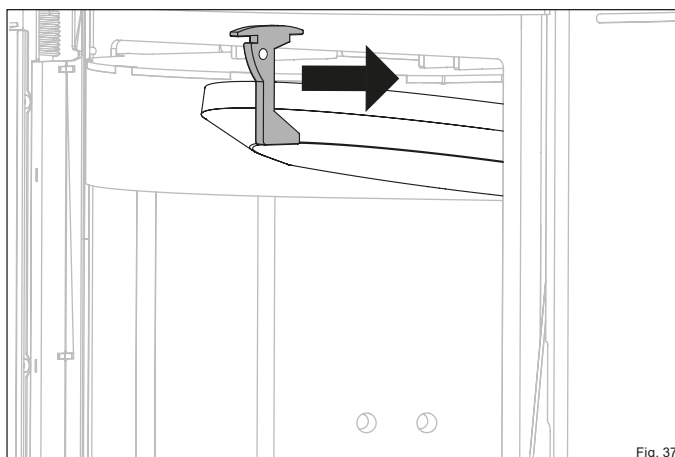

Fig. 37
- ▶ Faites glisser le support de la pierre thermique vers l'avant (Fig. 37).